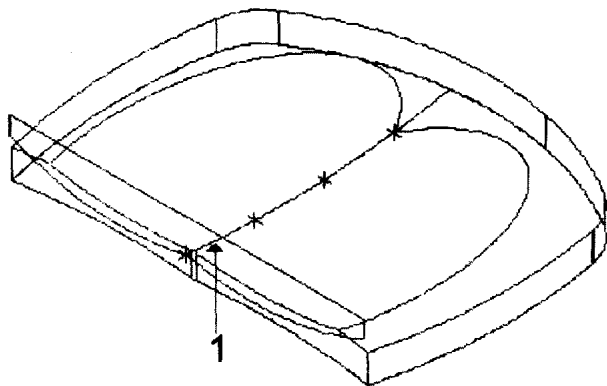

图 2.9 变半径插入点选择图
(13) 选择 Edit，返回操作区，Fillet Edit 菜单显示在屏幕上。
(14) 选择 Insert dyn。
(15) 在图 2.9 所示“1”的位置选定几何图形，鼠标指针变成动态箭头。